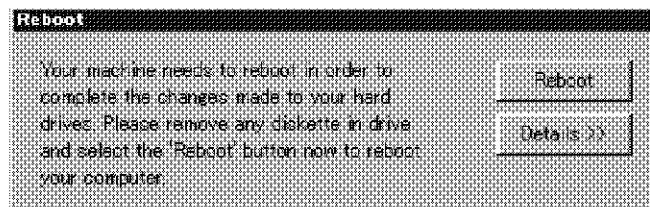

図 8-1 Reboot ダイアログ・ボックス
6. システム・リカバリが完了すると図 8-1 に示す Reboot ダイアログ・ボックスが表示されます。